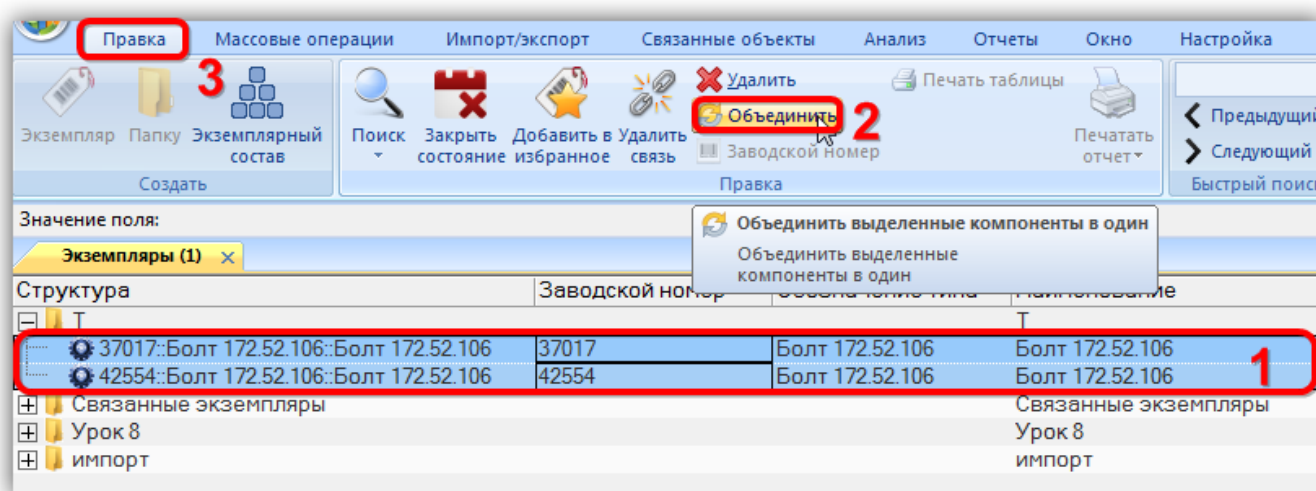

Рис. 13-28 – Объединение нескольких экземпляров компонентов в один
2) Выбрать два или более экземпляров компонентов, которые необходимо объединить в один (1 на рис. 13-28) и нажать кнопку «Объединить» (2 на рис. 13-28) на вкладке «Правка» (3 на рис. 13-28).